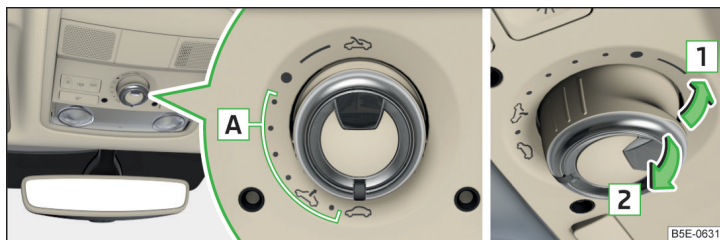

Fig. 59 Commande du toit ouvrant coulissant/relevable
Commande du toit ouvrant coulissant/relevable » fig. 59
Si le toit ouvrant coulissant/inclinable est fermé en tirant sur l'évidement du commutateur dans le sens de la flèche 2 » fig. 59 à la page 73 et si le processus de fermeture rencontre un obstacle, la limitation de la force est désactivée lors de la troisième tentative de fermeture (si le délai de 5 s entre les différentes tentatives de fermeture n'est pas respecté). Fermez le toit ouvrant coulissant/relevable avec précaution – risque de blessure.
- › Mettez le contact et réglez le commutateur en position  » **fig. 59** à la page 73.